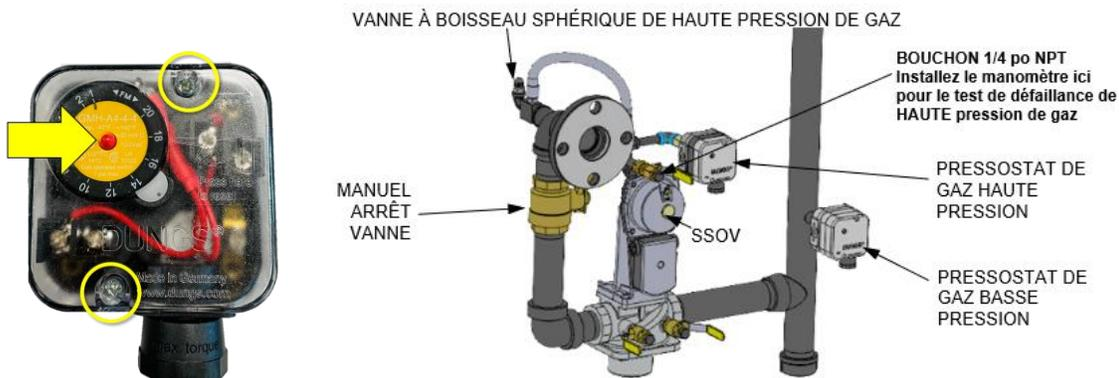

Figure 6-3 : Pressostat de gaz haute **Figure 6-4 : Test de défaillance de HAUTE pression de gaz**
Pour simuler une défaillance de haute pression de gaz, reportez-vous à la figure 6.3, ci-dessous, et effectuez les étapes suivantes :
2. Retirez le bouchon 1/4 po NPT de la vanne à boisseau sphérique de détection de fuite à haute pression de gaz (Figure 6.3.)
4. Fermez la vanne d'arrêt manuel du circuit de gaz située entre la vanne d'arrêt de sécurité (SSOV) et la vanne air/carburant, comme indiqué sur la Figure 6.3 ci-dessus.
10. Une fois la flamme contrôlée, fermez la vanne d'arrêt manuel située entre la SSOV et la vanne air/carburant (cf. Figure 6.3 ci-dessus).